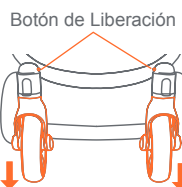

Fig. 1d
- Oprima el botón de liberación al costado del cubo de la rueda y tire del montaje de la rueda desde el cubo (Fig. 1d).